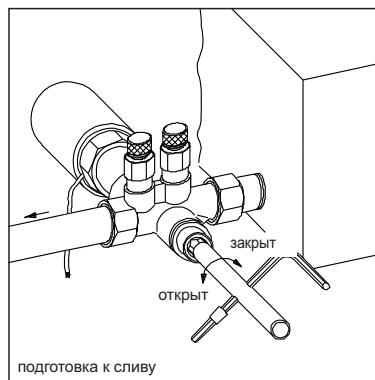

Рис. 3
- 3 Ослабить вентильную вставку шестигранным ключом SW 10 поворотом влево (макс. на $\frac{1}{4}$ " оборота) (рис. 3).
- 3 Снять инструмент для заполнения и слива с вентиля и затянуть вентильную вставку ключом SW 10 с макс. усилием 10 Нм (рис. 3).
- 4 Закрыть вентиль, затянув вентильную вставку шестигранным ключом SW 10 поворотом вправо с макс. усилием 10 Нм (рис. 3).